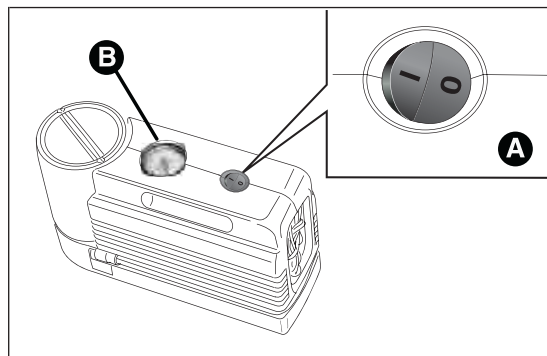
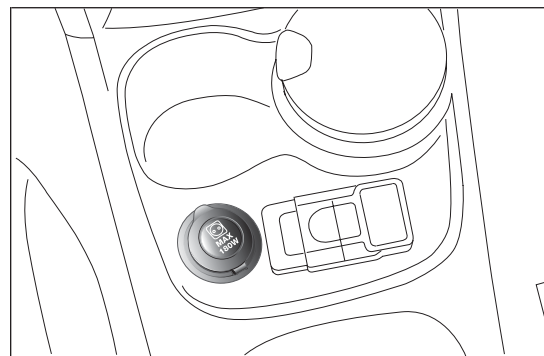

fig. 111
fig. 112
- ❑ asegurarse de que el interruptor A fig. 111 del compresor esté colocado en posición 0 (apagado), arrancar el motor, colocar el enchufe en la toma de corriente situada en el túnel central fig. 112 y accionar el compresor desplazando el interruptor A a la posición I (encendido). Inflar el neumático de acuerdo con la presión indicada en el apartado "Presión de inflado", en el capítulo "Datos técnicos". Para obtener una lectura más precisa, se recomienda comprobar el valor de la presión en el manómetro B fig. 111 con el compresor apagado;